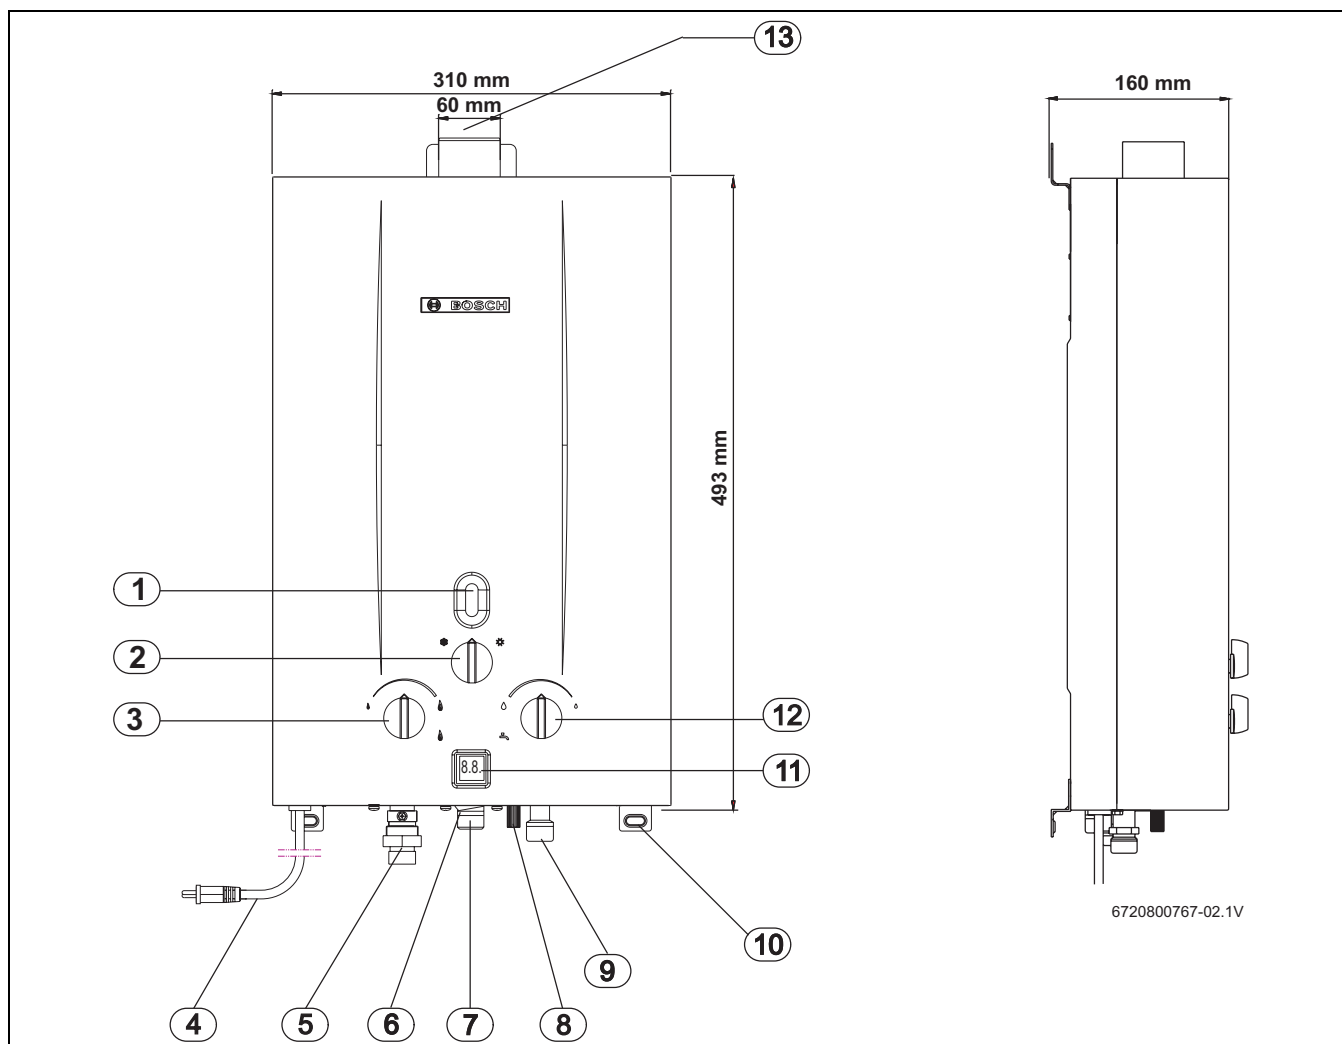

Fig. 1 Dimensões
- Colocar a tecla On/Off (→ Fig. 1, [6]) em posição de funcionamento. Após este procedimento, sempre que abrir um ponto de água quente dar-se-á de forma automática a ignição.